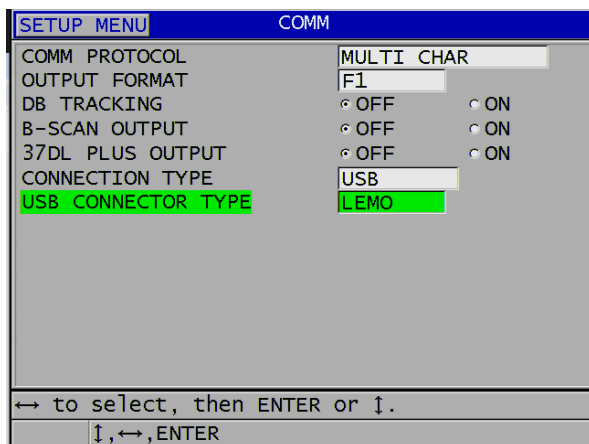

図 14-1 USB およびコネクタタイプの選択
6. 通信画面で、接続タイプを USB に設定します（263 ページの図 14-1 参照）。